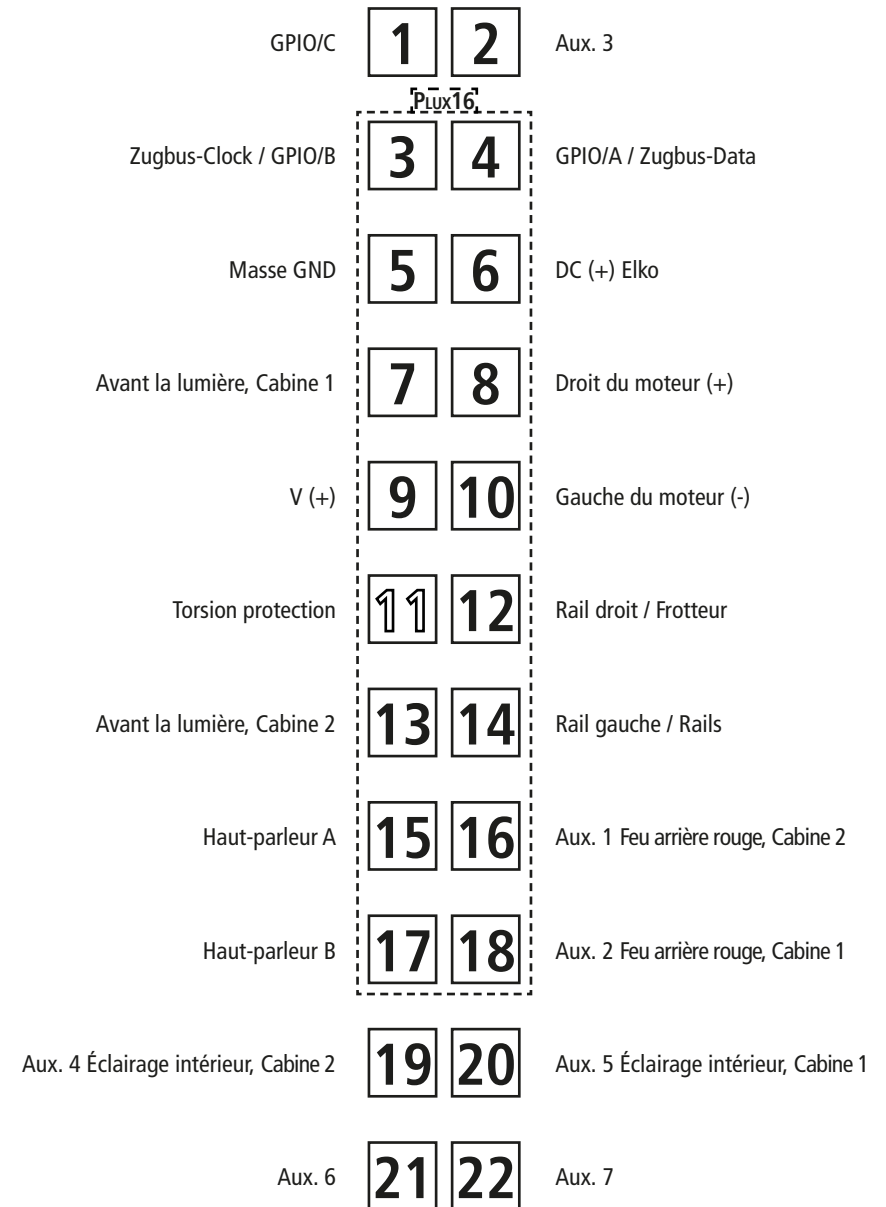
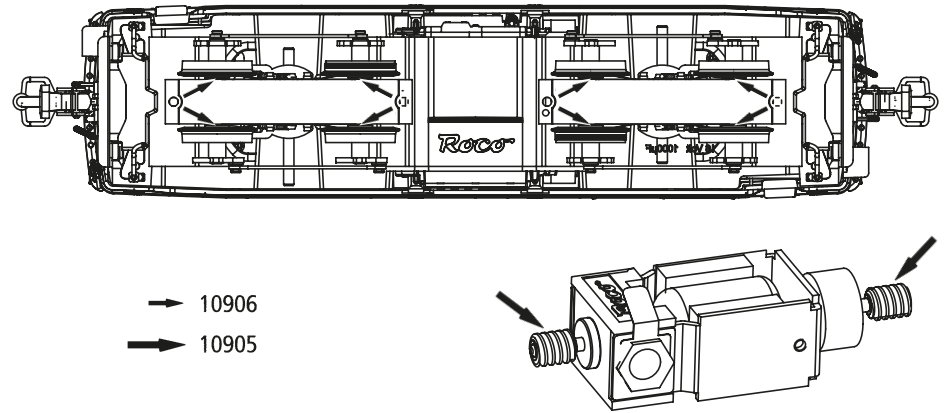

Fig. 5
Fig. 6
**2. Haftreifenwechsel:** Zuerst den Getriebedeckel sowie die Triebstangen abnehmen (Fig. 6). Danach den **Radsatz** herausnehmen und die **Haftreifen** mit einer Nadel od. mit einem feinen Schraubendreher abziehen (Fig. 5). Beim Aufziehen der neuen Haftreifen darauf achten, dass diese sich nicht verdrehen.
**2. Change of traction tyre:** Remove the gear cover as well as the driving rod (fig. 6). Take out **wheel set** and remove **traction tyre** using a pin or a fine screwdriver (fig. 5). When pressing on the new traction tyre please **avoid twisting it**.
**2. Échange des bandages d'adhérence:** Démontez d'abord **le couvercle du carter des engrenages** des engrenages ainsi que la tige de conduite (fig. 6). Délogez ensuite les essieux bandagés et enlevez, à l'aide d'une aiguille ou d'un tourne-vis fin, les bandages d'adhérence (fig. 5). Lors du montage des nouveaux bandages veuillez veiller à ce que les bandages **ne soient pas tor-dues**.